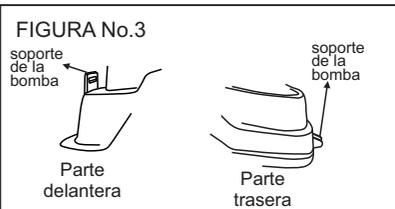

FIGURA No.3
-En los extremos de la bomba se encuentran los soportes por los cuáles tenemos que hacer pasar la correa se ilustran en la figura No. 3.